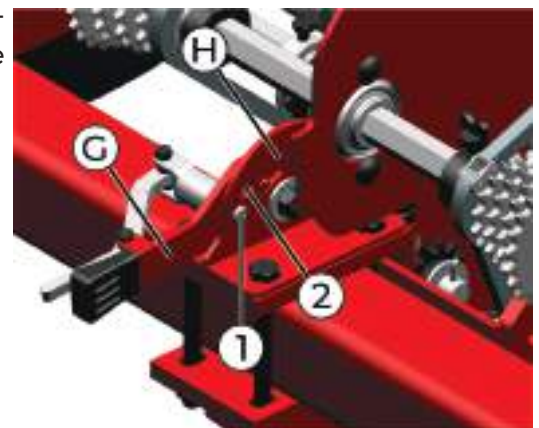

fig. 48
Para realizar arremates individuais (*fig. 48*) na semeadora, acione a alavanca (G) e reposicione na furação do suporte (H), sendo ligada (1) e desligada (2).